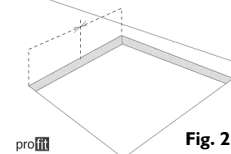

Fig. 2
- Mesurez le milieu des parties verticales de la découpe comme le montre la Fig. 2.